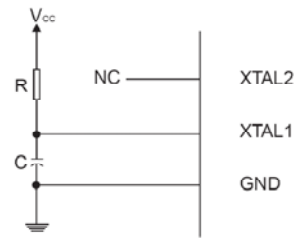

图 2.4 外部 RC 振荡器作为系统时钟源
(2) 当单片机系统的工作频率不是很高时，我们可以使用外部低频晶振（即 32.768kHz 钟表上所用的晶振）作为系统的时钟源，此时熔丝位 CKSEL3~0 必须设置为 1001，从而选择使用低频晶振的时钟源。当对熔丝位 CKOPT 进行编程（1 表示未编程，0 表示已编程）后，我们就可以使用芯片内部与 XTAL1 和 XTAL2 引脚连接的电容（电容值为 36pF），此时就不再需要外部电容 C1 和 C2。
(3) 当 ATmega128（L）应用在一些对定时精度要求不高的场合，我们可以使用外部 RC 振荡器，如图 2.4 所示。其中，RC 振荡器的频率可以由式 $f = 1/(3RC)$ 粗略估算。